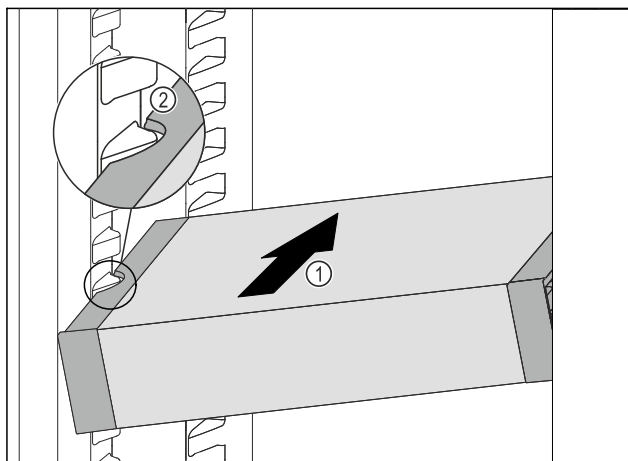

Fig. 87
- ▶ VarioSafe zasúvajte šikmo do chladničky Fig. 87 (1), kým sa bočné vybrania Fig. 87 (2) VarioSafe nebudú nachádzať vo výške rebra nádoby v chladničke.